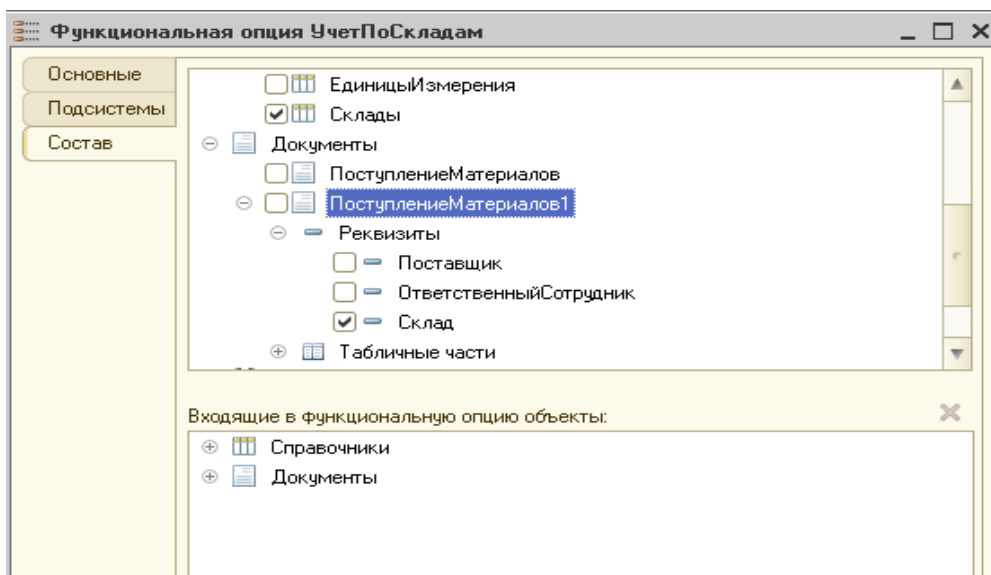

Рисунок 21.4 - Состав функциональной опции «УчетПоСкладам» нашей конфигурации
5. В нашей конфигурации необходимо установить принадлежность справочника Склады, документа «ПоступлениеМатериалов» к данной опции, рисунок 21.4.